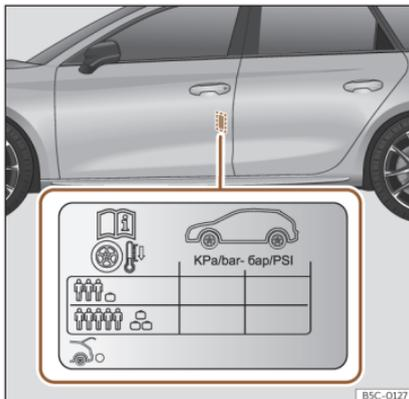

Fig. 229 Ubicación del adhesivo de la presión de inflado de los neumáticos.
- Adapte la presión de los neumáticos a la carga que lleva el vehículo»» **fig. 229**.
Los valores de la presión de inflado se indican en la etiqueta adhesiva situada en la zona posterior del marco de la puerta delantera izquierda»» **fig. 229**.
La presión de los neumáticos se debe adaptar a la carga actual del vehículo. Si el vehículo va a ir cargado al máximo, debe aumentar la presión de inflado al valor máximo de carga indicado en la etiqueta adhesiva »» **fig. 229**.
En el caso de una rueda de emergencia minimizada (125/70 R16 o 125/70 R18), inflar a 4,2 bar de presión según se indica en la etiqueta de presión de los neumáticos »» **fig. 229**.
- El conductor es responsable de que todos los neumáticos del vehículo estén inflados a la presión correcta. La presión de inflado recomendada viene indicada en un adhesivo»» fig. 229 .
- Con los neumáticos en frío, deberá mantenerse siempre la presión indicada en el adhesivo»» fig. 229 .